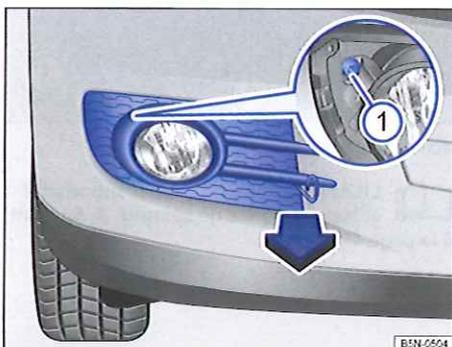
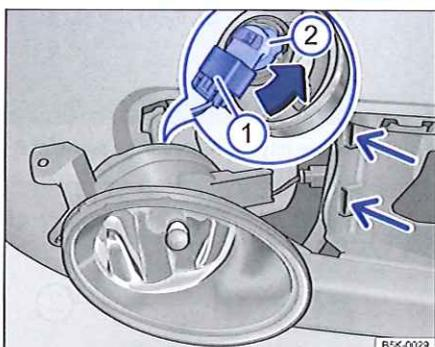

Fig. 235 Dans le pare-chocs avant, côté droit : dépose du projecteur.
Fig. 236 Changement d'une ampoule dans le projecteur.
2.	Prenez l'étrier métallique dans l'outillage de bord et accrochez-le dans l'ouverture située sur le cache ⇒ fig. 235. Retirez le cache vers l'avant, dans le sens de la flèche.
3.	Dévissez la vis de fixation ① à l'aide du tournevis faisant partie de l'outillage de bord ⇒ page 396.
5.	Déverrouillez puis débranchez la fiche de raccordement ⇒ fig. 236 ①.
6.	Tournez le porte-ampoule ② dans le sens de la flèche jusqu'en butée (dans le sens inverse des aiguilles d'une montre), puis retirez-le par l'arrière en même temps que l'ampoule.
- Rebranchez la fiche de raccordement ① sur le porte-ampoule ②. La fiche doit s'enclencher de manière audible.
- Insérez le projecteur depuis l'extérieur dans les évidements ⇒ fig. 236 (flèches) et mettez-le en place dans le pare-chocs
- Vissez fermement la vis de fixation ⇒ fig. 235 ① à l'aide du tournevis.
- Mettez le cache en place dans le pare-chocs ⇒ fig. 235.